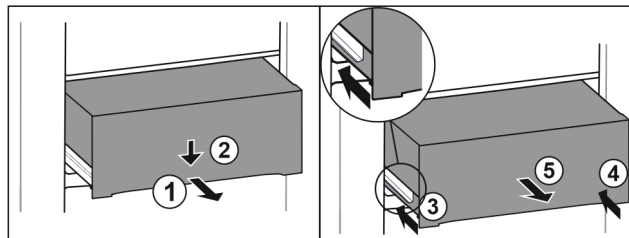

Fig. 72
- ▶ Schubfach halb herausziehen. Fig. 72 (1)
- ▶ Schubfach an der Vorderseite nach unten drücken. Fig. 72 (2)
- ▶ Linke Schiene etwa 2 cm einschieben. Fig. 72 (3)
- ▶ Rechte Schiene etwa 2 cm einschieben. Fig. 72 (4)
- ▶ Schubfach nach vorne entnehmen. Fig. 72 (5)